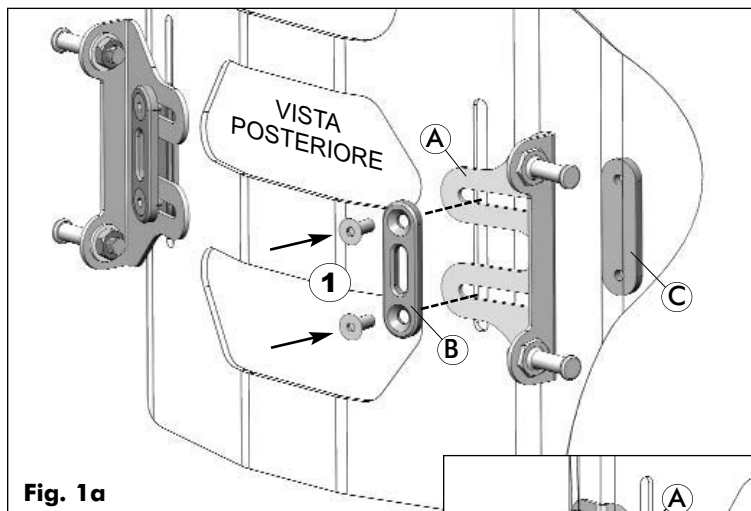

Fig. 1a
- 1 Agendo su un lato del guscio dello schienale, installare la staffa di montaggio a sgancio rapido (A) sul guscio dello schienale Matrix MX2 nel modo seguente:
- Allineare la piastra per le rondelle (B) con le scanalature della staffa di montaggio (A) e inserire le viti facendole passare attraverso i due componenti (1) (vedere la Fig. 1a (pag. 18));